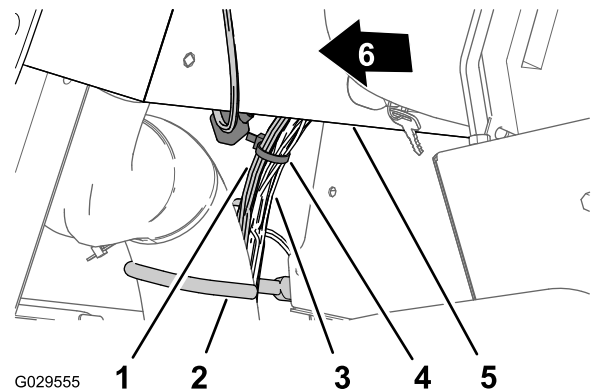

Figura 16
5. Adyacente al cable y al gancho de la manguera, sujete el ramal del salpicadero de 240 cm al arnés de cables de la máquina con una brida (Figura 16).